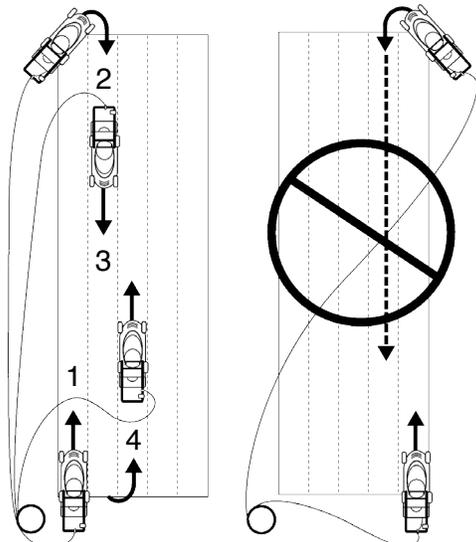

Figura 13
- Proceda a cortar como se muestra en la Figura 13, trabajando desde la posición 1 hacia la posición 2.
- Proceda como se muestra en la Figura 13, siempre trabajando alejado del cable de extensión eléctrica.